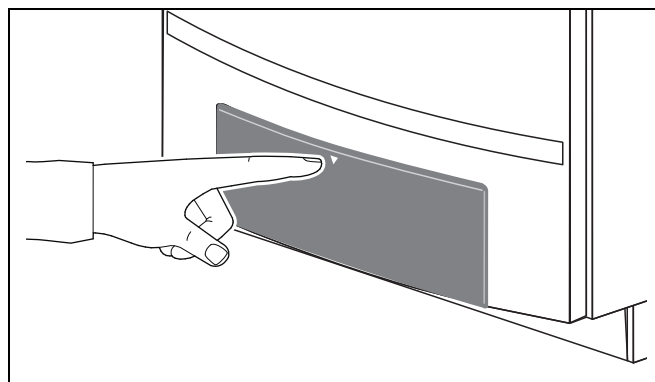

Рис. 53 Открытие панели управления
- Нажать и открыть панель управления (рис. 53).